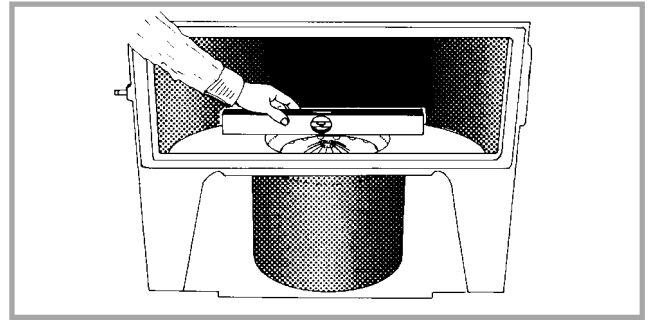

Figure 10 - Mise de niveau de l'appareil
- Contrôler le niveau du brûleur (fig. 10).